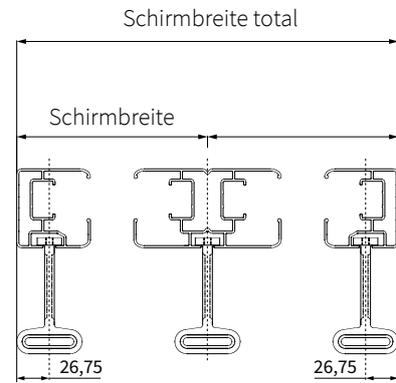

Abb. 2 Vorderansicht
**Achtung!** Stellen Sie die Verbindung genau über die Mitte der Klickleisten her! **(Siehe Abbildung 2)**